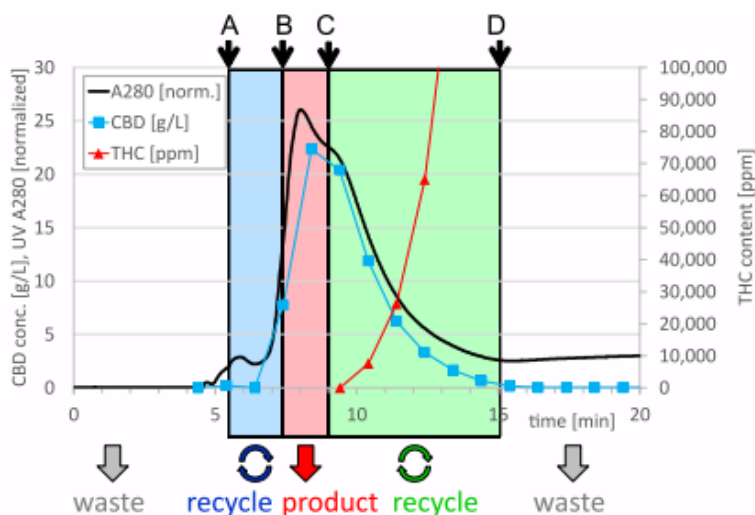

图 7. 单柱层析图谱进行区域划分设计
STEP 1: 根据分段收集及液相分析结果，对单柱层析图谱进行区域划分设计（图 7）。